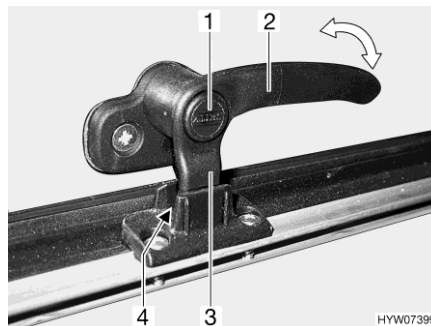
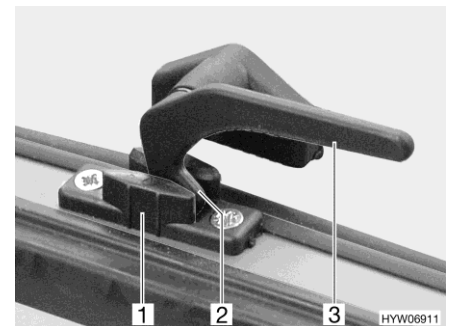

Fig. 93 Levier de verrouillage avec bouton de sécurité en position "Aération permanente"
Fig. 94 Levier de verrouillage en position "Aération permanente"
- En position "Aération permanente" (Fig. 93 et Fig. 94)
- S'il existe, appuyer sur le bouton de sécurité (Fig. 93,1) et le maintenir enfoncé.
- Tourner le levier de verrouillage (Fig. 93,2 ou Fig. 94,3) d'un quart de tour vers le centre de la fenêtre.
- Remettre le levier de verrouillage en position initiale. Le tenon de verrouillage (Fig. 93,3 ou Fig. 94,2) du levier de verrouillage doit pénétrer alors dans le logement prévu à cet effet dans le verrouillage de fenêtre (Fig. 93,4 ou Fig. 94,1).
- Relâcher le bouton de sécurité (Fig. 93,1) s'il y a un.